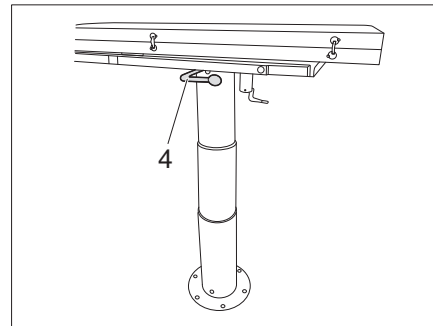

Bild 118 Fällbord, nedsänkbart
- Lossa spaken (Bild 118,4) för bordssänkningen och tryck ner bordet.